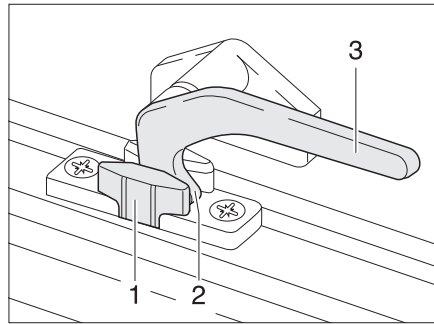
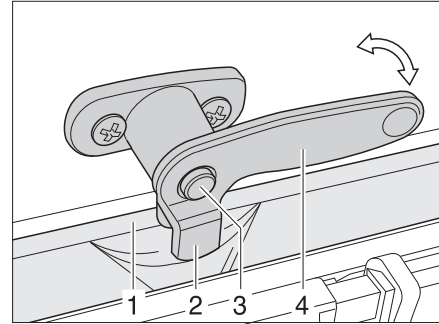

Bild 75 Verriegelungshebel in Stellung "Dauerbelüftung"
Bild 76 Verriegelungshebel mit Sicherungsknopf in Stellung "Dauerbelüftung"
- in Stellung "Dauerbelüftung" (Bild 75)
- Falls vorhanden, den Sicherungsknopf (Bild 76,3) drücken und gedrückt halten.
- Den Verriegelungshebel (Bild 75,3 bzw. Bild 76,4) eine viertel Umdrehung zur Fenstermitte hin drehen.
- Den Verriegelungshebel wieder zurückdrehen. Die Verriegelungsnase (Bild 75,2 bzw. Bild 76,2) dabei in die Aussparung der Fensterverriegelung (Bild 75,1 bzw. Bild 76,1) einfahren.